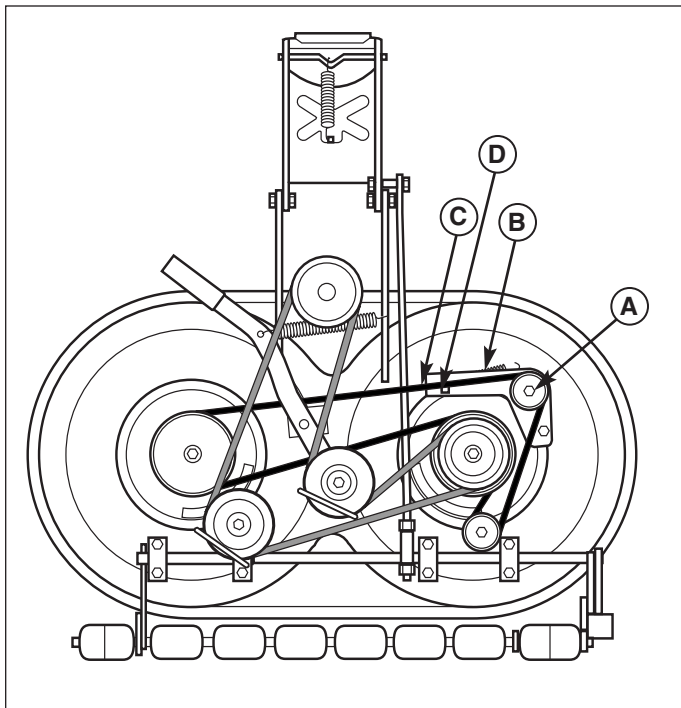
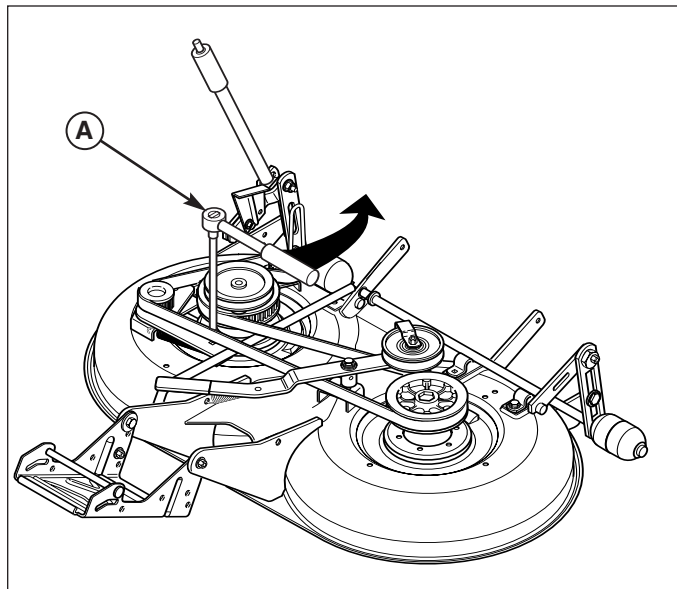

Figura 46. Piatto di taglio a mulching (senza i coperchi della cinghia)
Figura 47. Come togliere tensione alla cinghia dentata
4. Usando un cacciavite a cricchetto (A, Figura 47), inserire l'estremo quadrato della prolunga nel foro quadrato (D, Figura 46) e spostare l'assieme tendicinghia (B, Figura 46) per togliere tensione alla cinghia (C).
5. Smontare la cinghia (C).
6. Montare una cinghia nuova (C) sulle pulegge come illustrato. Liberando l'assieme tendicinghia (A) la molla porta automaticamente in tensione la cinghia dentata.
7. Serrare il bullone senza dado dell'assieme tendicinghia (A). Rimontare i coperchi della cinghia.